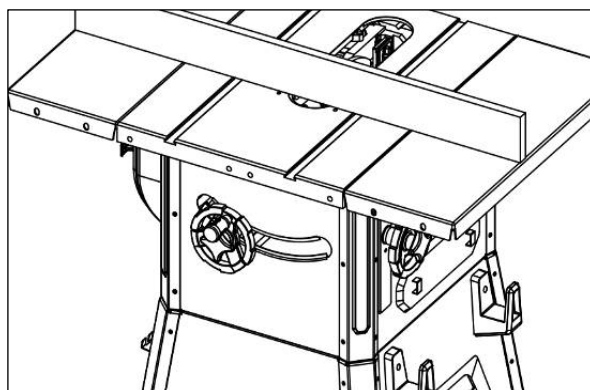

Рисунок 12.
- Прикрепите дополнительные секции стола к основному столу при помощи болтов, стопорных шайб и плоских шайб (рис. 12).